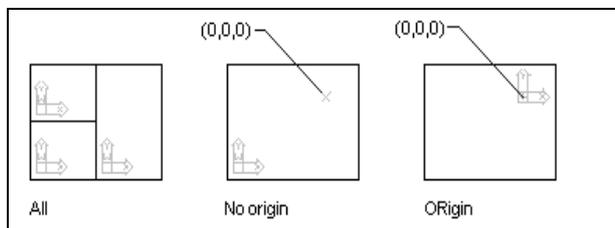

图 12-6 改变 UCS 的位置
- (1) ON。在屏幕上显示坐标系图标。
- (2) OFF。在屏幕上不显示坐标系图标。
- (3) All。改变所有视窗中坐标系的显示情况。否则，在执行 Ucsicon 命令的其他选项时，只对当前视窗有效，如图 12-6 左图所示。
(4) No origin。将坐标系图标放置在视窗的左下角，与 UCS 原点的位置不一定重合，如图 12-6 中图所示。
(5) Origin。坐标系位置随当前 UCS 的原点变化而变化，如图 12-6 右图所示。若 UCS 的原点位于屏幕之外或者坐标系放在原点时会被视窗剪切，则执行该选项后，坐标系图标仍显示在视窗的左下角位置。